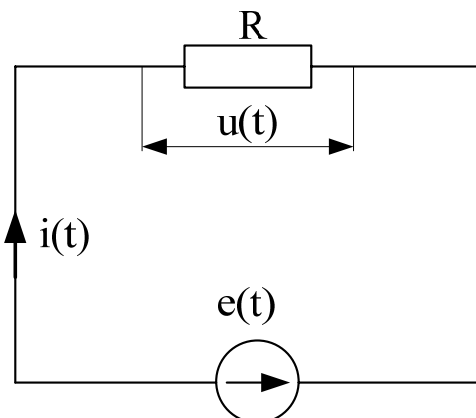

Рис. 2.6
**Приклад 1.** Через резистор з опором  $R = 20$  Ом протікає струм  $i(t) = 0,75 \sin \omega t$ , рис. 2.6. Знайти активну потужність, амплітудне та діюче значення струму та напруги на резисторі, записати вираз миттєвого значення напруги та побудувати векторну діаграму.